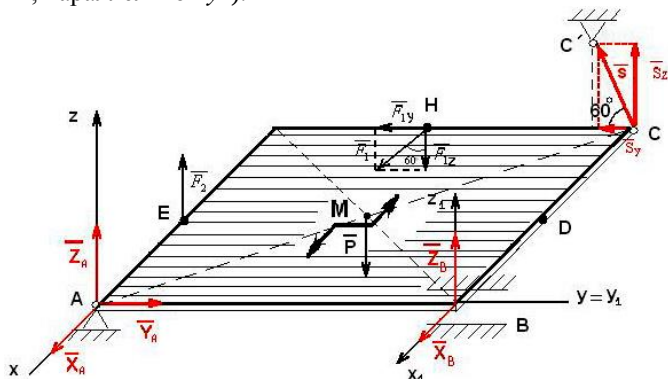

Рис. 61
2. Вводим систему отсчета $BX_1Y_1Z_1$ (рис.61). Для полученной пространственной произвольной системы сил (рис.49) для определения шести неизвестных реакций опор – $\vec{X}_A$, $\vec{Y}_A$, $\vec{Z}_A$, $\vec{X}_B$, $\vec{Z}_B$, $\vec{S}$ – можно составить шесть уравнений равновесия: